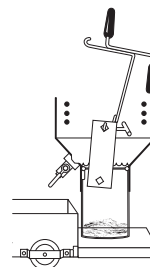

Рисунок 18
5. **Снимите нагревательную пластину:** посмотрите сверху, что фритюрное масло вытекло из чаши до уровня сливного крана. Надень защитные перчатки, снимите нагревательную пластину с помощью отводного крюка корзины (рисунок 18) и поместите в безопасную зону для охлаждения.